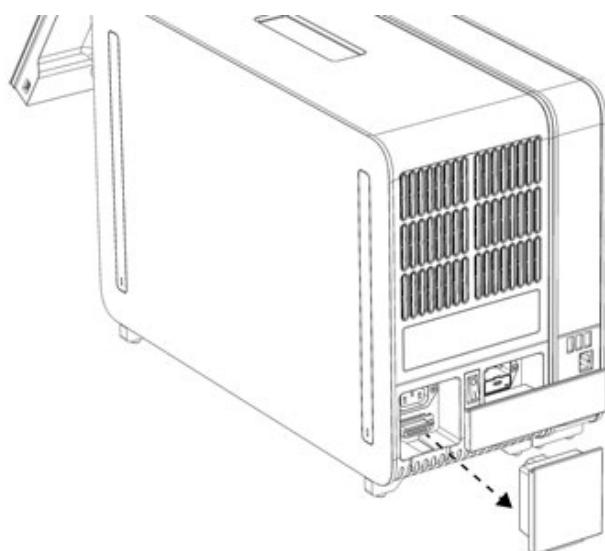

Abbildung 12. Entfernen des Abschlussstücks.
- 1d. Trennen Sie das Abschlussstück von der Rückseite des Analysemoduls (Abbildung 12).